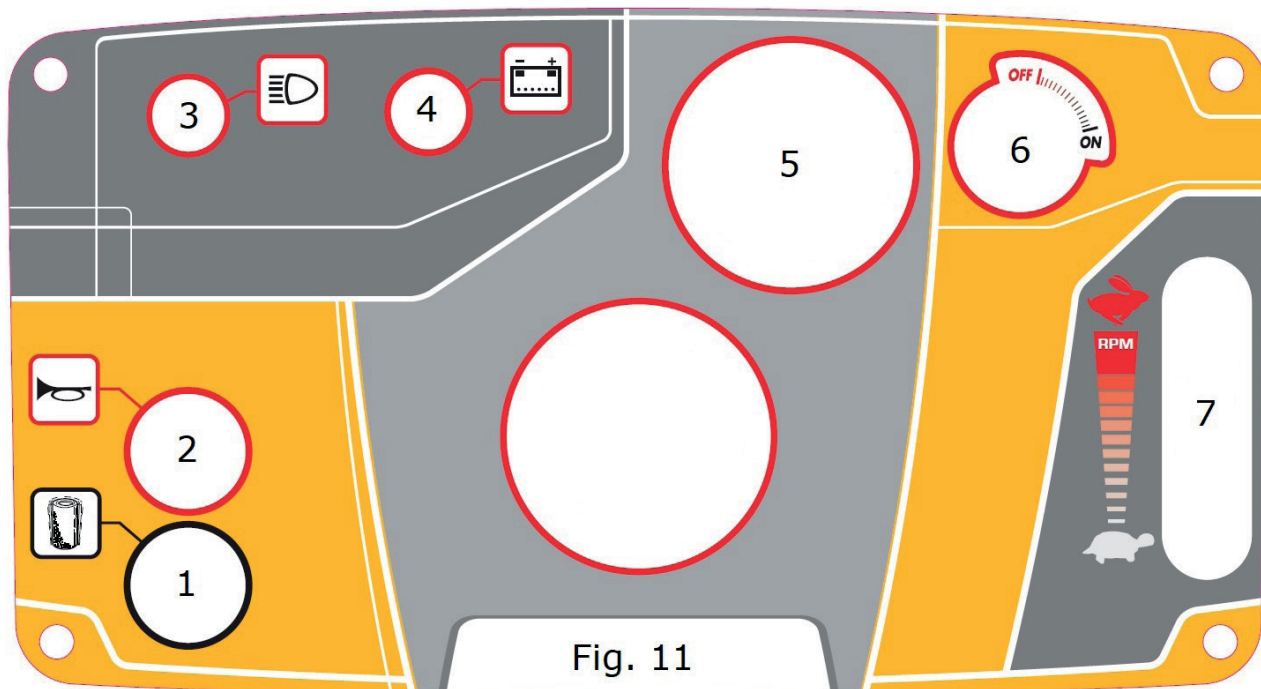

Fig. 11
Rode em sentido horário a chave de arranque **Part. 6 Fig. 11**.
- Desloque para a posição máx (lebres) a alavanca do operador **Part.7 Fig.11**.
- Rode em sentido horário a chave de arranque **Part.6 Fig.11** além do primeiro disparo. Aquando do primeiro disparo, o LED de bateria **Part.4 Fig.11** acende-se (caso contrário, a bateria não está suficientemente carregada).
- Rode em sentido horário a chave de arranque **Part. 6 Fig. 11**.
**Vibre o filtro premindo o botão Part.1 Fig.11 antes de começar a trabalhar e antes de esvaziar a gaveta de resíduos durante 5/6 ciclos de 3/4 seg cada um.**
**Vibre os filtros premindo o botão Part.1 Fig.11 antes de começar a trabalhar e antes de esvaziar a gaveta de resíduos durante 5/6 ciclos de 4/5 seg cada um.**